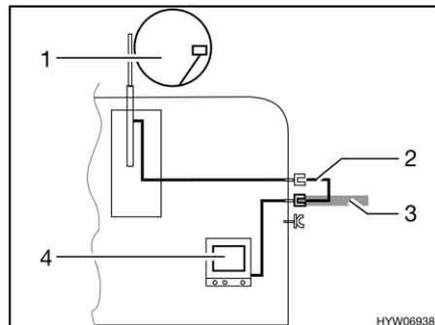

Fig. 98 TV nel veicolo
- TV nel veicolo (Fig. 98,4): Collegamento all'antenna del tetto (Fig. 98,1) con cavo di collegamento (Fig. 98,2)
- TV nel veicolo (Fig. 98,4): Collegamento a antenna esterna (Fig. 98,3)